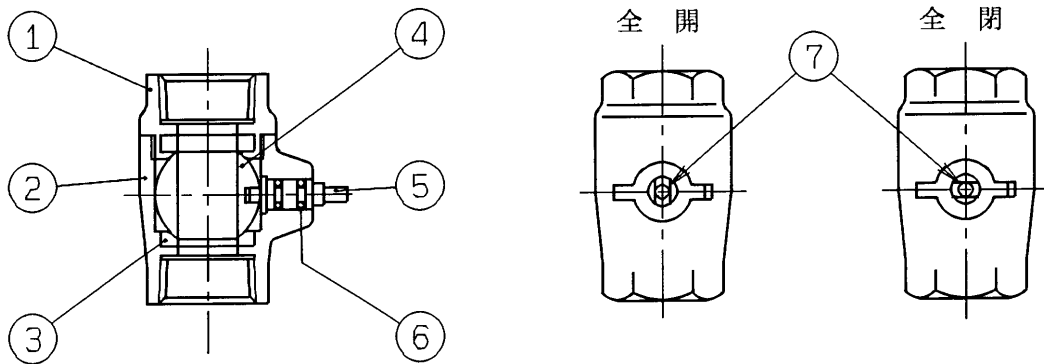

図7 開閉弁
2.3 各開閉弁(F)・(G)・(H) (図7) は工場出荷時、全開になっています。